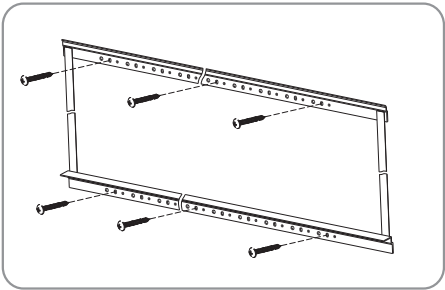

图11
- a. 木质墙壁安装：按银幕安装步骤 3 的操作方法，将六个 $\phi 5 \times 40\text{mm}$ 的自攻螺丝穿过上安装架与下安装架相对应的孔，使其固定在墙壁上。（其中上、下安装架各 3 个）（如图11）